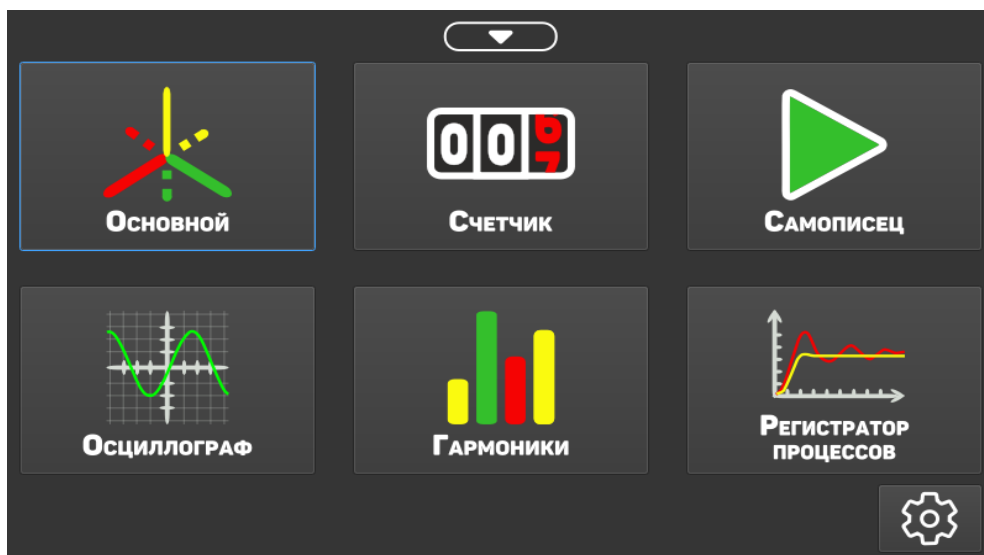

Рис. 4 – Главное меню ВФМ-4
4.10.5. После полной загрузки ПО ВФМ-4 на дисплее отображается главное меню (рис. 4).